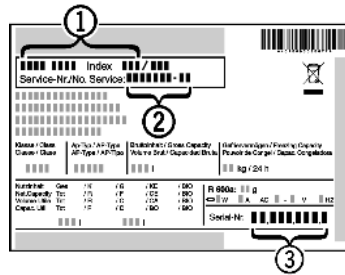

Fig. 32
- ▶ Apparaataanduiding Fig. 32 (1), servicenummer Fig. 32 (2) en serienummer Fig. 32 (3) van het typeplaatje aflezen. Het typeplaatje bevindt zich aan de binnenkant van het apparaat.